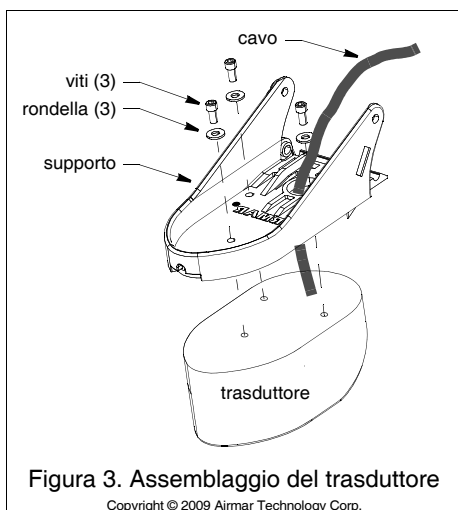

Figura 3. Assemblaggio del trasduttore
1. Infilate il cavo attraverso il foro grande nel supporto del trasduttore (Figura 3).